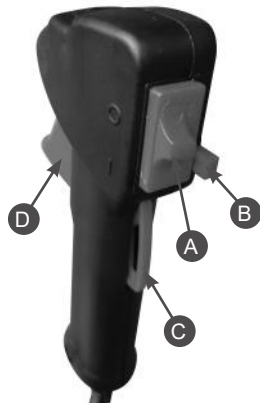

Рис. 9 Рукоятка управления
4. Установите выключатель А в положение «I» (Рис. 9).
5. Нажмите одновременно на стопорный рычаг С и рычаг газа D. Зафиксируйте рычаг газа в нажатом состоянии кнопкой В (Рис. 9).
9. После запуска переведите рычаг газа в режим холостого хода. Для этого необходимо быстро нажать и отпустить рычаг газа D (кнопка блокировки В при этом освободится) (Рис. 9) и прогрейте двигатель в течение 30 секунд. Рычаг воздушной заслонки при этом находится в среднем положении, затем переведите рычаг заслонки в нижнее положение.
4. Переверните устройство свечным отверстием вниз и зафиксировав рычаг газа в нажатом состоянии кнопкой В (Рис. 9), несколько раз сильно и часто дерните за ручку стартера для удаления лишнего топлива из цилиндра.
2. Дайте двигателю поработать без нагрузки в течение 15-20 секунд, затем заглушите двигатель, установив выключатель зажигания А (Рис. 9) в положение «О» (ВЫКЛЮЧЕНО).